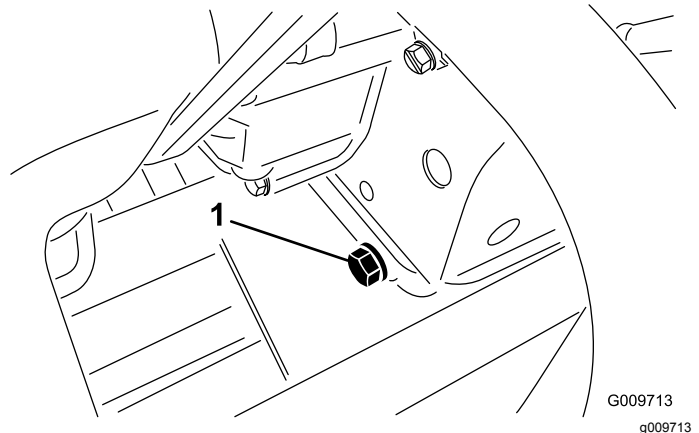

Bild 53
2. Entfernen Sie die Ablassschraube (Bild 53) und lassen Sie das Öl in die Auffangwanne ab.